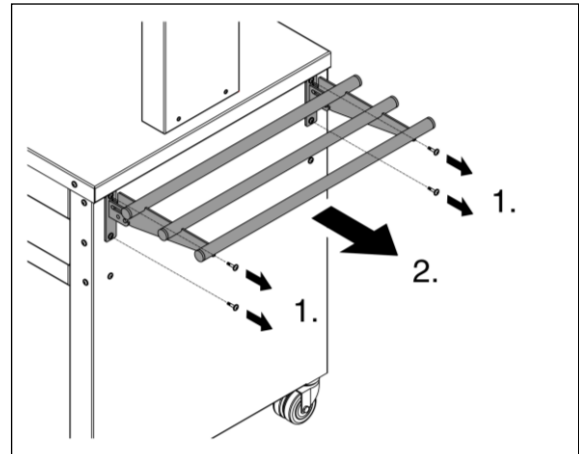

Fig. 1
2. Si présentes, démonter les tablettes sur le petit côté. A cet effet, dévisser les vis de fixation (1.) et enlever la ou les tablettes (2.). **Fig. 1**